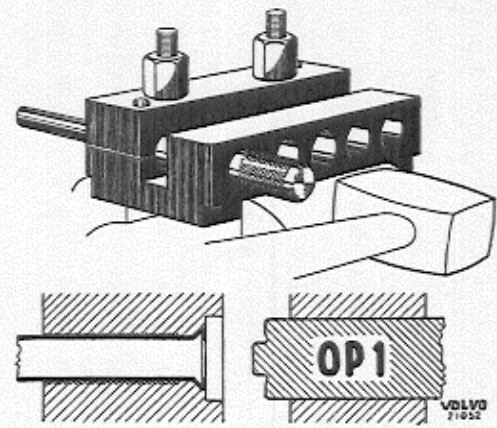

Abb. 56. Bremsleitung umbördeln.
3. Dorn OP 1 in Vorrichtung stecken. Dorn mit Kupferhammer bis zum Anschlag hineinschlagen. Die Kanten des Rohres sind dann umzubördeln wie aus Abb. 56 hervorgeht.